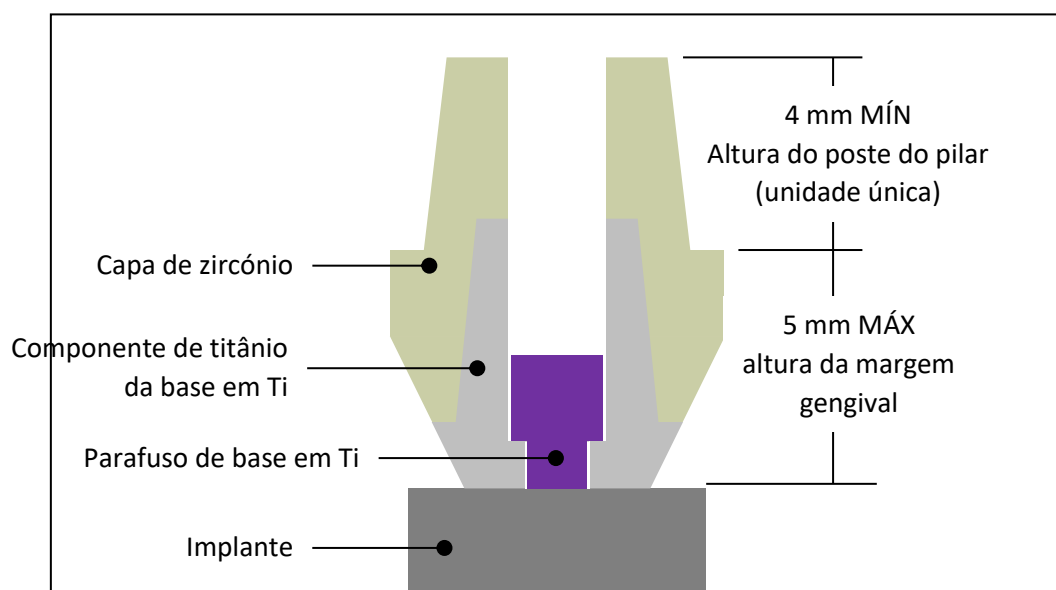

Figura 2 - Limitações de design da capa de zircônio (superestrutura)
- 5 mm de altura máxima da margem. (ver **Figura 2**)
- Pilares de base em Ti com postes com uma altura inferior a 4,0 mm destinam-se apenas a restaurações de várias unidades. (ver **Figura 2**)